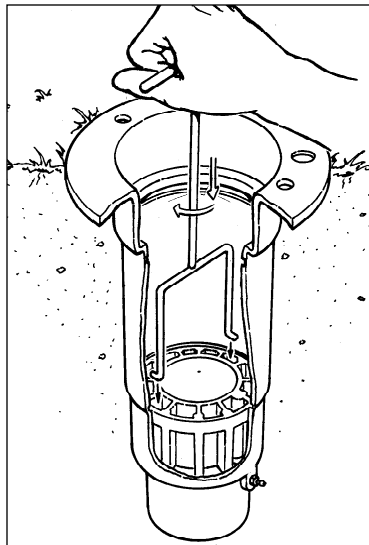

Abbildung 3
2. Mit der Ventilausbaugabel (Teile-Nr. 995-08) Ventil aus dem Regnergehäuse ziehen. Die Ventilausbaugabel wird in das Regnergehäuse eingeführt und durch das Ventil auf dessen Unterseite durchgedrückt. Durch eine leichte Drehung Ventilausbaugabel einrasten lassen und Ventil gerade nach oben herausziehen (**Abb. 3**).